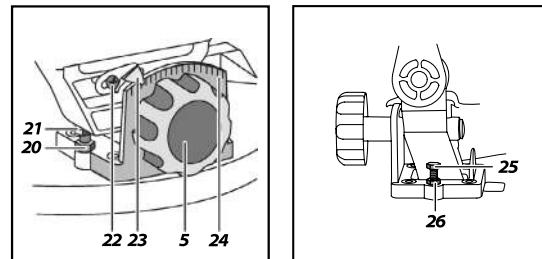

Рис. 4
а) Регулировка угла наклона пиления 90°. Ослабьте винт фиксации наклона пилы (5), приведите пилу в крайнее вертикальное положение, ослабьте стопорную гайку (20) болта (21) и, используя угольник, установите пильный диск на угол 90° относительно поворотного стола (2) поворотом болта (21). Затяните стопорную гайку (20) (Рис. 4).
По достижении необходимого результата регулировки, ослабьте установочный винт указателя (22), совместите стрелку указателя (23) с делением 0° на шкале угла наклона пиления (24). Зафиксируйте установочный винт указателя (22) (Рис. 4).
б) Регулировка угла наклона пиления 45°. Ослабьте винт фиксации наклона пилы (5), приведите пилу в крайнее наклонное положение, ослабьте стопорную гайку (26) болта (25) и, используя угломер, поворотом болта (25) установите пильный диск на угол 45° относительно поворотного стола (2). Затяните стопорную гайку (26) (Рис. 4).